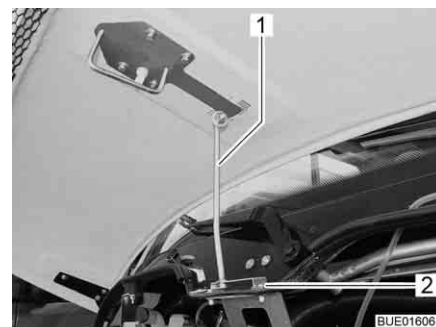

Bild 43 Stöd motorhuv
- Fäll ut stöd (Bild 43,1) och häng upp i fästet (Bild 43,2).